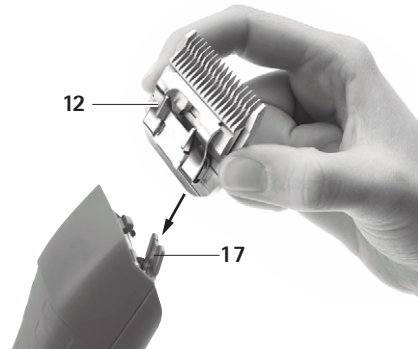

Abb. 2
- Scherkopf 12 auf geöffnetes Messerscharnier 17 stecken, siehe Abb. 2.
- Scherkopf 12 leicht in Richtung Schermaschine DURATI drücken, siehe Abb. 2. Scherkopf 12 rastet hörbar ein.